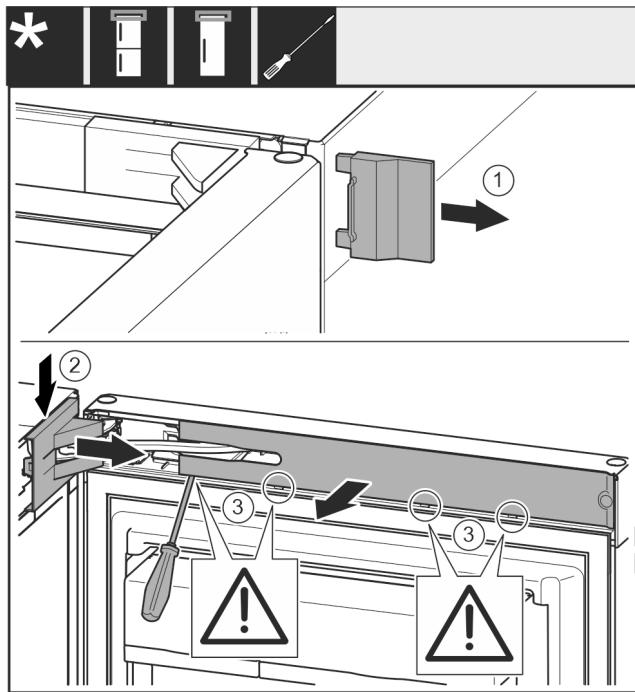

Fig. 10
- Sejměte kryt Fig. 10 (1).
- Odjistěte a uvolněte kryt stojanu ložiska Fig. 10 (2).
- Sejměte kryt stojanu ložiska Fig. 10 (2).
- Plochým šroubovákem vyjměte záslepku Fig. 10 (3) a otoče ji ke straně.